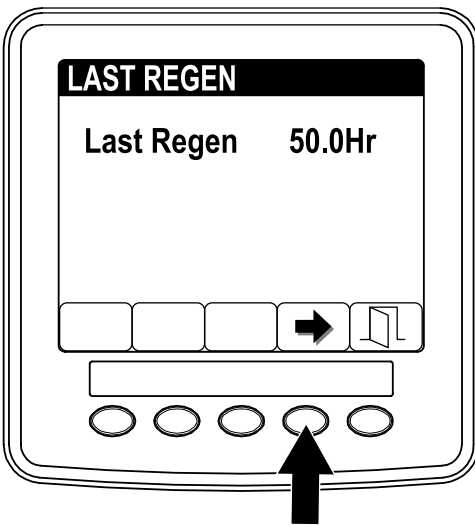

Figura 37
3. Utilizzate il campo LAST REGEN (Figura 37) per sapere per quante ore è stato in funzione il motore dall'ultima rigenerazione di ripristino, parcheggiata o di recupero.